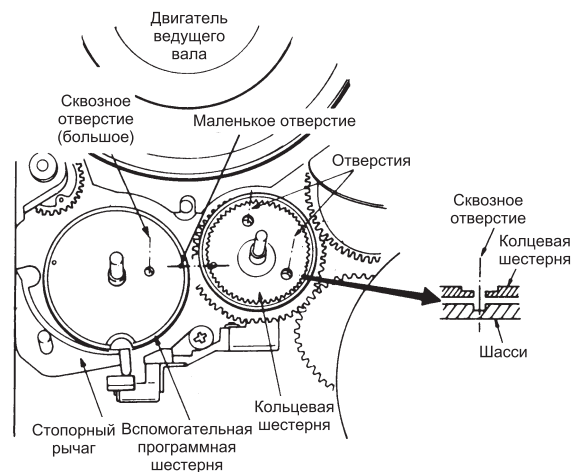

Рис. 4. Установка кольцевой шестерни
1. Устанавливают кольцевую шестерню, совмещая сквозное отверстие в ней с отверстием шасси, как показано на рис. 4. Затем устанавливают вспомогательную программную шестерню, совмещая сквозное отверстие в ней с отверстием в шасси. При этом маленькое отверстие должно находиться напротив отверстия в кольцевой шестерне. После этого устанавливают стопорный рычаг.